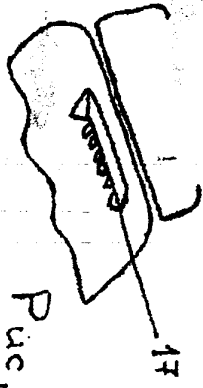

Рис. 6.
Сверху на капоте багажника, над отверстиями для поступления воздуха к отопителю укрепить воздухозаборник (17) из металла, или пластика (рис. 6), а под ним оборудовать жалюзий из двух створок (18), к которым идет проводка от кнопки (19) из-под шкита приборов. При езде в жаркое время жалюзий открывается, а при отходе или салона в холодное время и на стоянках жалюзий (18) закрывается. (см. рис. 1).